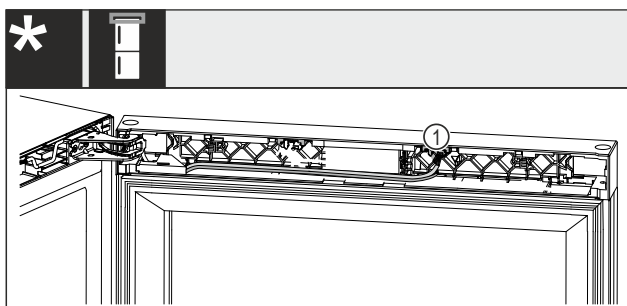

Fig. 22 Wijn-vries-combinaties*
- Stekker Fig. 22 (1) uit het nest trekken.*